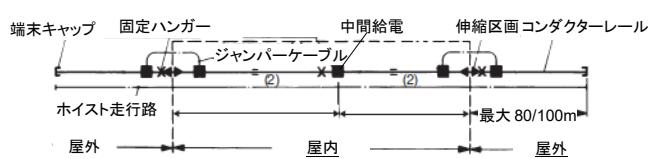

図 2
2. 屋内から屋外へ通過するシステム、温かい空気が逃げるため屋外に取付けられたコンダクターレールの凍結や結露を防止します(図2参照)。
給電:コンダクターレールは伸縮区画により分離されているため、それぞれ給電部してください。給電部が屋内にあり屋外に給電する場合は伸縮区画の両側に接続ボックスを設け柔軟な(伸縮できる)ジャンパーケーブルで接続します(図2参照)。